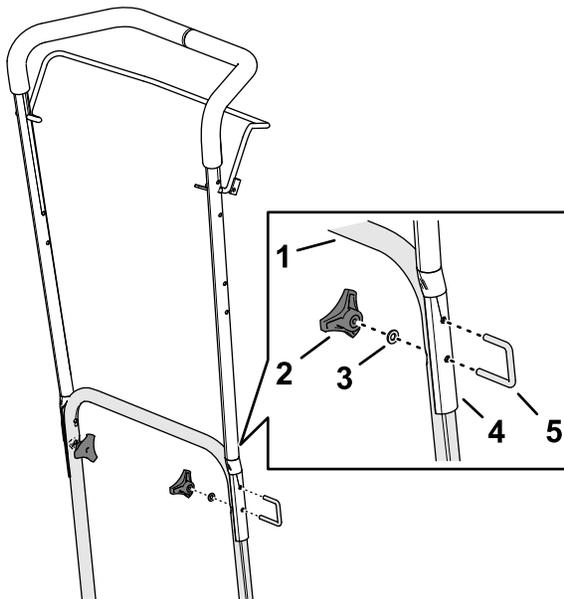

Bild 8
1. Fluchten Sie die Löcher im oberen Holm mit den Löchern im unteren Holm aus (**Bild 8**).